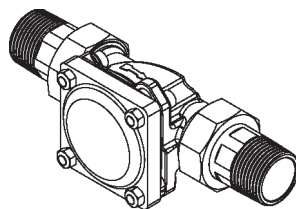
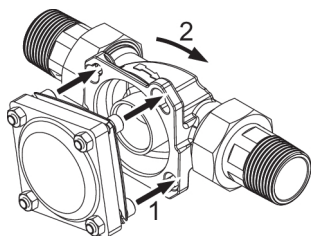

Abb. 3: Geräteanschluss eingerastet
Abb. 2: Gerät ansetzen und einrasten
1. Die Köpfe der vier Flanschschrauben durch die Bajonettbohrungen am Einbaudrehflansch stecken (siehe Abbildung 2).
2. Das Gerät im Uhrzeigersinn bis zum Anschlag drehen (siehe Abbildung 2 und Abbildung 3).